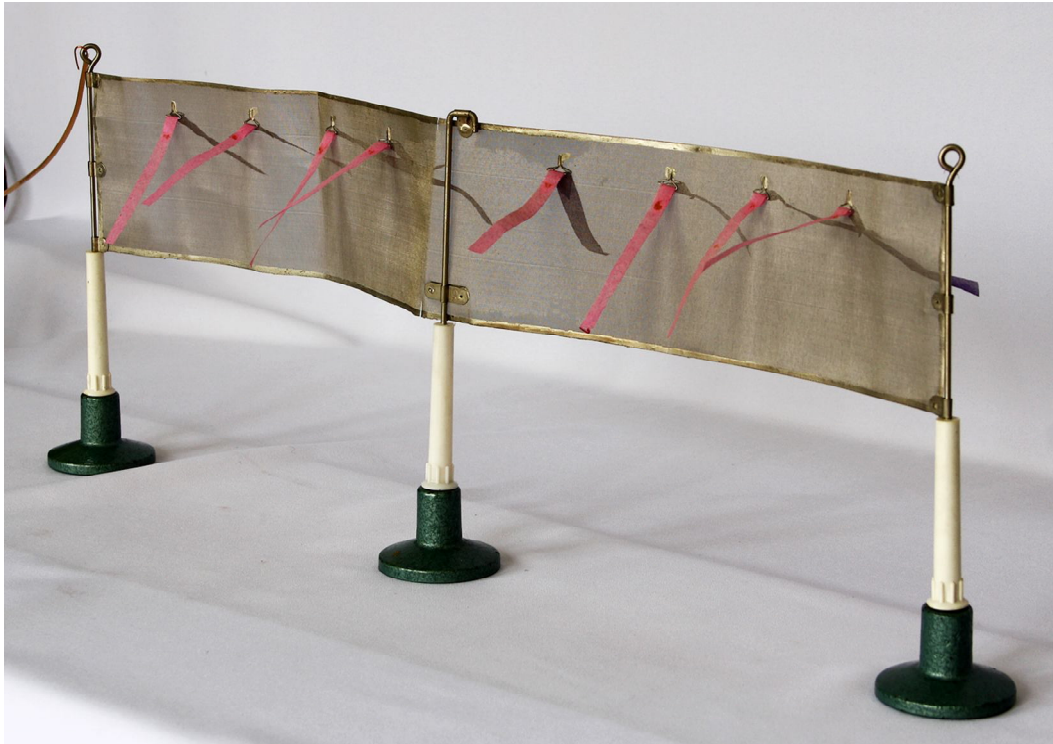

Рис. 11
1. Гнучку металеву сітку з паперовими смужками (сітку Кольбе) встановіть на демонстраційному столі у випрямленому стані (рис. 11). Зарядіть сітку наелектризованою паличкою чи від електрофорної машини. Смужки з обох сторін відхиляються однаково, що свідчить про рівномірний розподіл зарядів по поверхні.